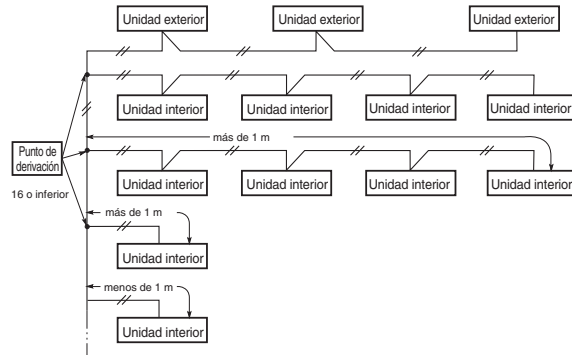

Fig. 4-3
(4) Si efectúa la derivación de los cables de control entre unidades, el número de puntos de derivación deberá ser de 16 o inferior. (Las derivaciones de menos de 1 m no se incluyen en el número total de derivaciones). (Fig. 4-3)